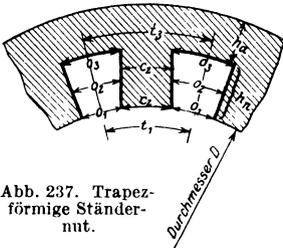

Abb. 237. Trapezförmige Ständer-nut.
B. Trapezförmige Nut. Anstatt die Nut rechteckig und den Zahn trapezförmig zu machen, kann man auch umgekehrt verfahren, wodurch erreicht wird, daß die Induktion auf der ganzen Zahnlänge konstant bleibt. Ist wieder F_n der bekannte Nutenquerschnitt in mm^2 , h_n die Nutentiefe o_1, o_2, o_3 , die Nutenbreite unten, in der Mitte und oben, ausgedrückt in mm, so ist aus Abb. 237 ohne weiteres zu entnehmen, daß $F_n = \frac{o_3 + o_1}{2} h_n$
Die untere Nutenbreite ist aus Abb. 237 $o_1 = t_1 - c_2$.